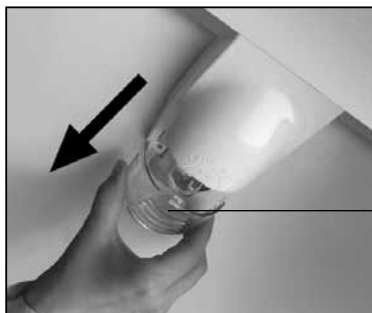

Рисунок 10
**12.1** Для освещения ХО предусмотрен светильник с лампой накаливания (см. рисунок 10, 11) или светодиодный в зависимости от модели холодильника.